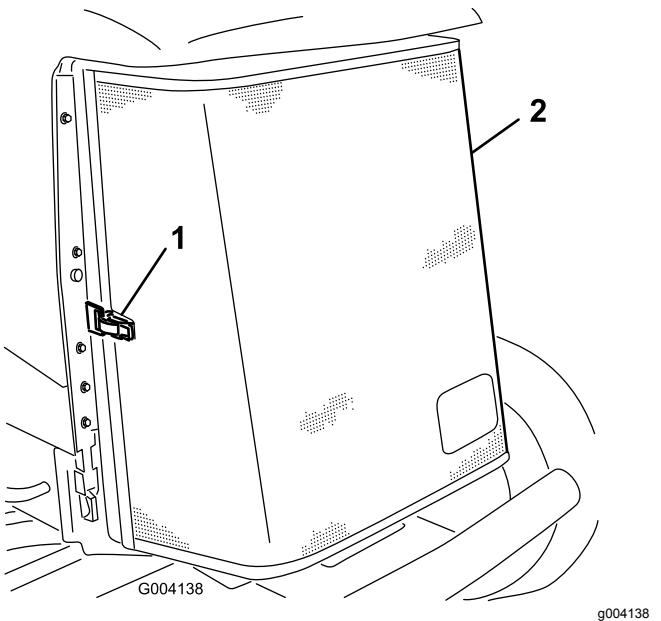

Bild 84
3. Entriegeln Sie den Riegel und drehen Sie das hintere Gitter auf (Bild 84).